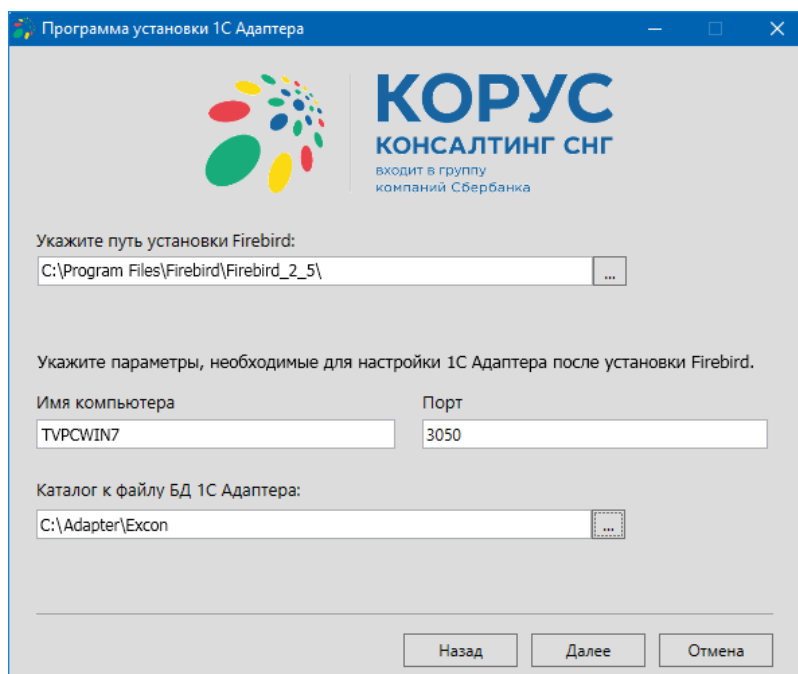

Рисунок 9 – Параметры для установки Firebird
8.1.1.1. Затем нужно выбрать каталог для установки Firebird или оставить указанный по умолчанию и указать параметры для его настройки. После заполнения данных нажимается кнопка «Далее» (рис. 9).